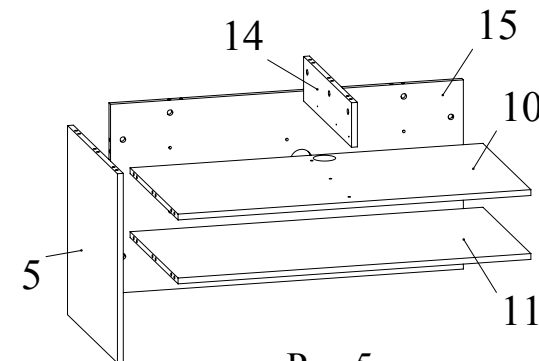

Рис.5
9. Соединить при помощи конфирматов 7х50 перегородку 14 с полкой 10 (Рис. 5).
10. Установить полки 10, 11 на боковину 5 и зафиксировать, повернув конфирматным ключом головки минификсов по часовой стрелке до упора. Соединить при помощи конфирматов 7х50 полки 10, 11 с задней стенкой 15 (Рис. 5).